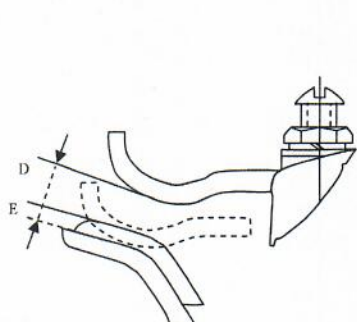

Рисунок 1. Раствор и провал силовых контактов
3.2. Характеристики используемых контактов Таблица 3 и внешний вид силовых контактов Рис. 1.